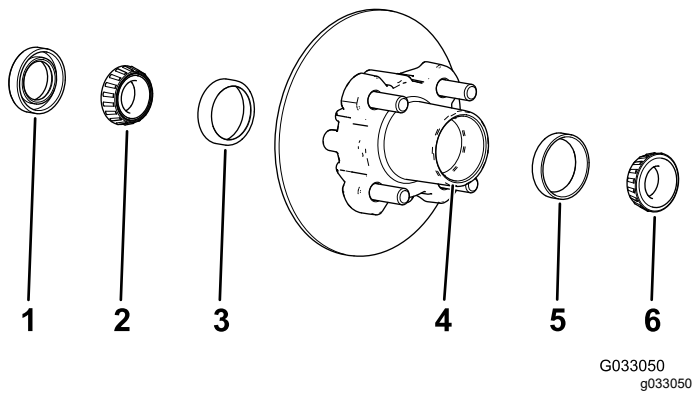

图 34
1. 从轮毂上拆下外置轴承和轴承座圈图 34。
2. 从轮毂上拆下密封件和内置轴承图 34。
5. 清除轮毂轴承腔内的所有润滑脂、污垢或碎屑图 34
7. 向轮毂轴承腔注入 5080% 的指定润滑脂图 34。
8. 将内置轴承装入轮毂内侧的座圈上并装上密封件图 34。